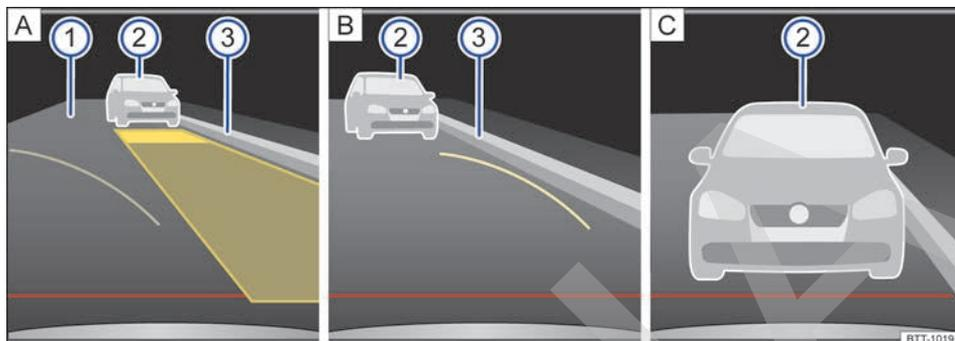

Fig. 176 Visualización en la pantalla del sistema de infotainment: asistente de marcha atrás, modo 2.
Leyenda de la fig. 176:
6. Dado el caso, corrija la posición del vehículo de modo que la superficie auxiliar amarilla que se muestra en la pantalla quede a ras de la delimitación lateral ③ del hueco de aparcamiento seleccionado (p. ej., el bordillo de la acera) y finalice del hueco de aparcamiento trasera ② (p. ej., un vehículo aparcado) → fig. 176 A.